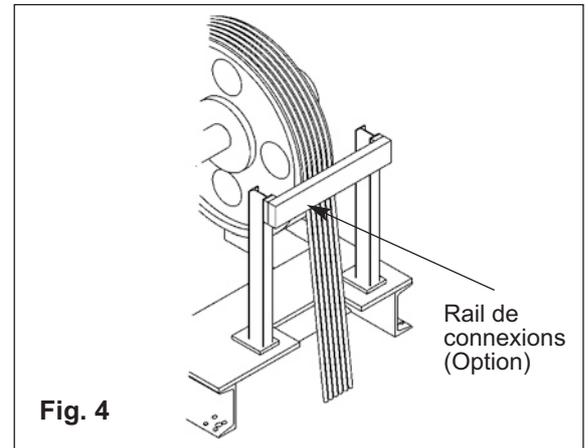

Fig. 4
3.4.2 Fixer le rail de connexion sur le bâti afin de lier le frein au support moteur ou au moteur lui-même (Fig. 4).